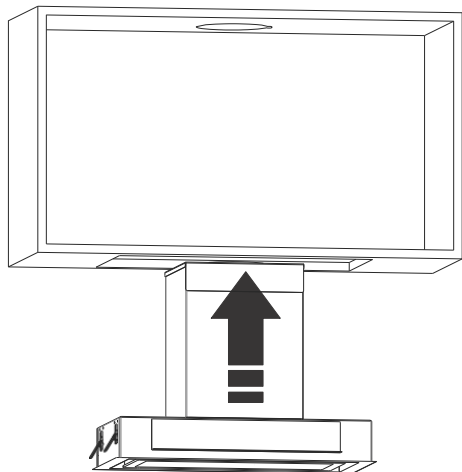

Fig. 13
- 5. ➤ Placera ventilatorn på det område du förberedde tidigare, i riktning mot pilen (Fig. 13)